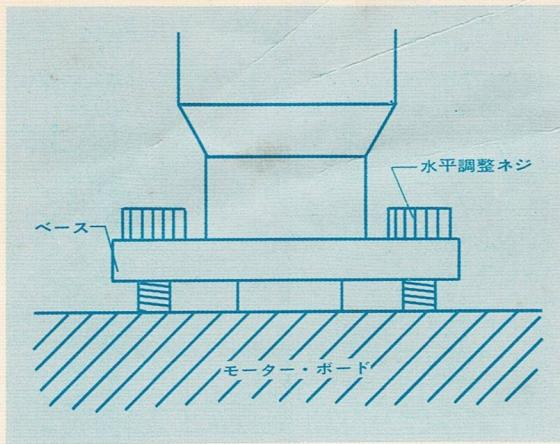
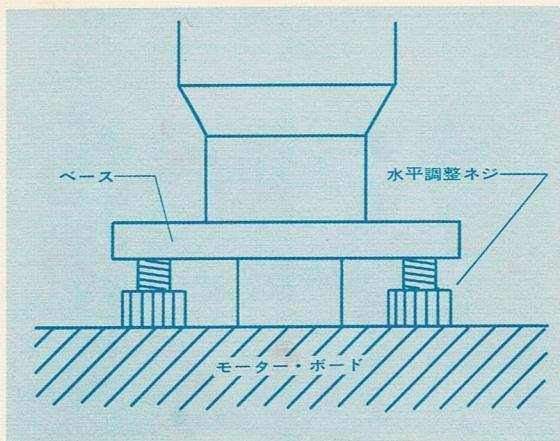

図10
図11
註4、極端にターン・テーブル面が高いフォノ・モータで、アームの高さが不足した場合、①水平調整ネジを全部ねじ込んでベースを持ち上げる（ベースを浮かせる）図10参照、②水平調整ネジをはずして下側からねじ込み、ベースを一層浮かせる、図11参照、③前2項でも不足の場合、寸法が4mm長い水平調整ネジが当社に用意しています。